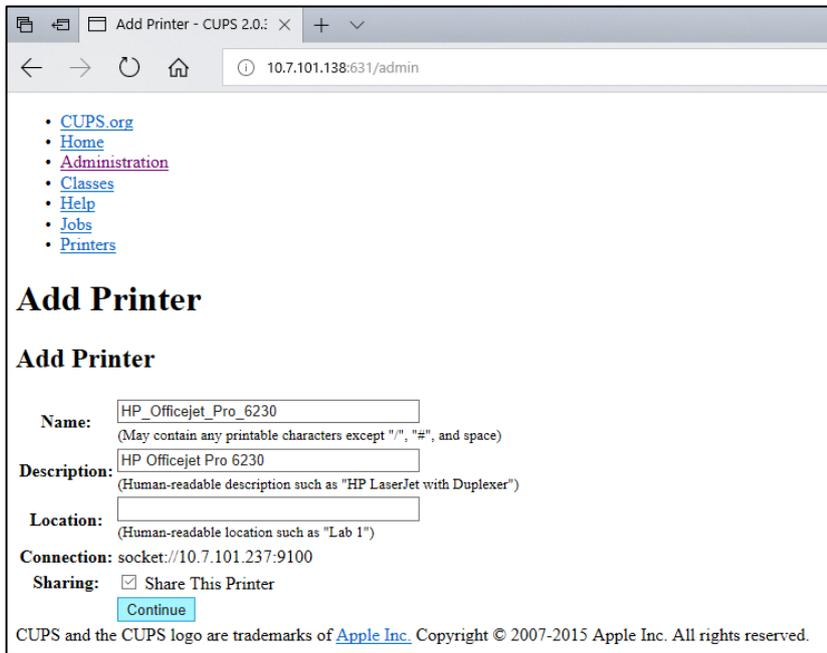

Figure 102. Écran Add printer (Ajouter une imprimante).
5. Sélectionnez Share this printer (Partager cette imprimante) et appuyez sur Continue (Continuer) (figure 102).